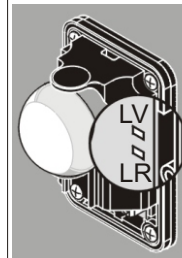

Fig. 12 / Bild. 12
Den Sender derart mit dem Empfänger ausrichten dass ein Strahlenbündel gebildet wird. Die rote Led LR wird gelöscht (Bild. 12).
- Die grüne Led schaltet sich ein, wenn der Empfänger stromversorgt wird (Bild. 12).
- Die rote Led schaltet sich ein, wenn Sender und Empfänger nicht korrekt ausgerichtet sind (Bild. 12).
Aligner l'émetteur et le récepteur de façon à ce que fasse le faisceau soit établi et la led rouge LR s'éteigne ( Fig. 12 ).
la led verte est allumée quand le récepteur est alimenté ( Fig. 12 ).
la led rouge est allumée quand le récepteur et l'émetteur ne son pas établi ( Fig. 12 ).